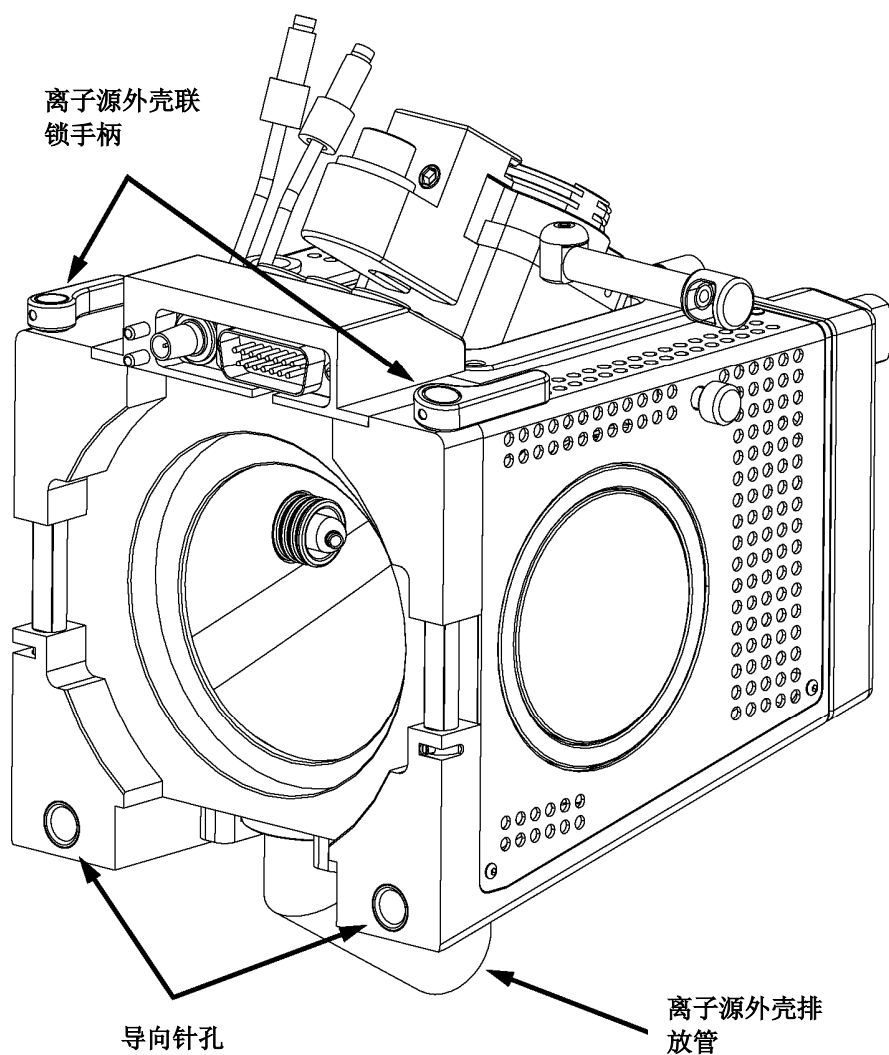
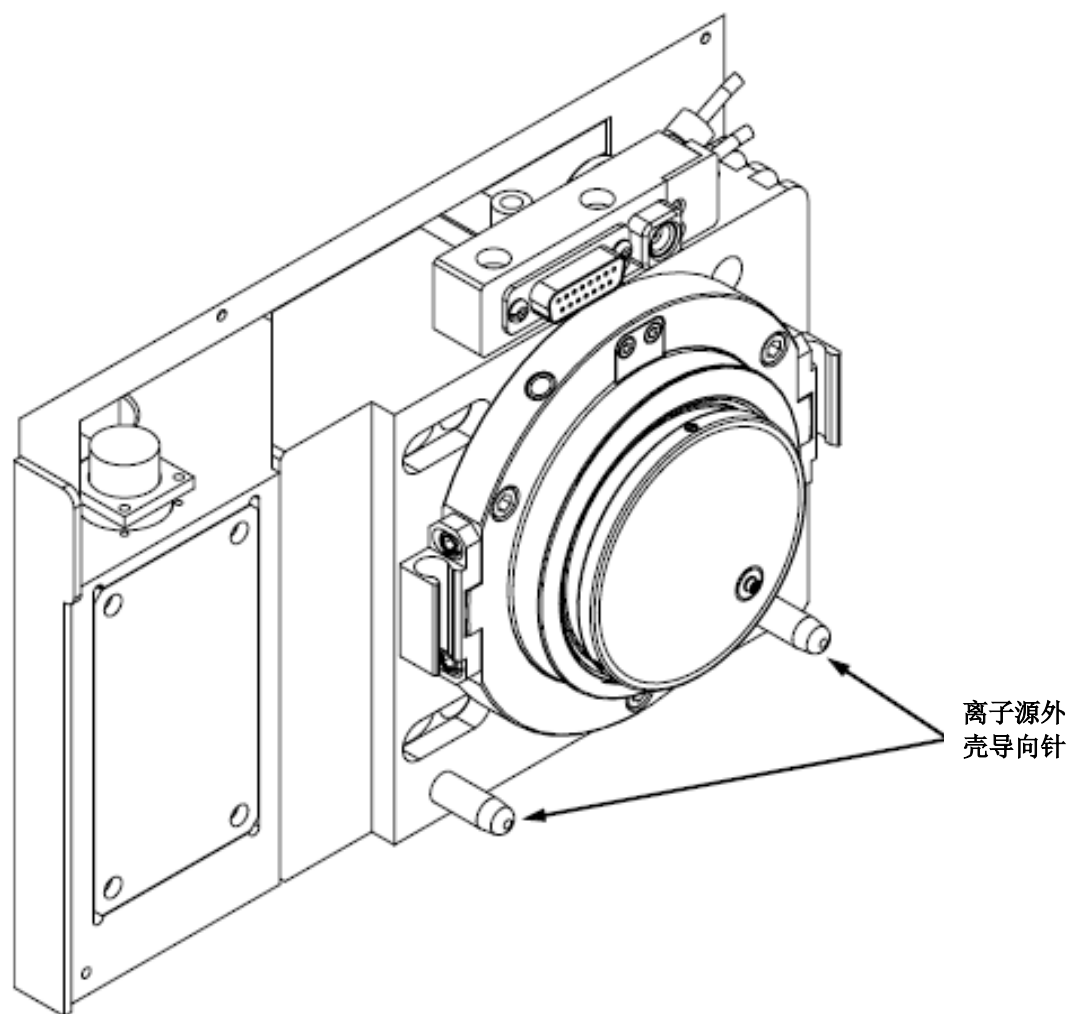

图2-8. Ion Max离子源外壳后视图
图2-9. 离子源组件，图中显示了离子源外壳导向针
1. 仔细将离子源外壳背面的两个导向针孔与质谱仪离子源外壳上的导向针对齐，然后小心按压，将离子源外壳安装到离子源组件上。见图2-8和图2-9。